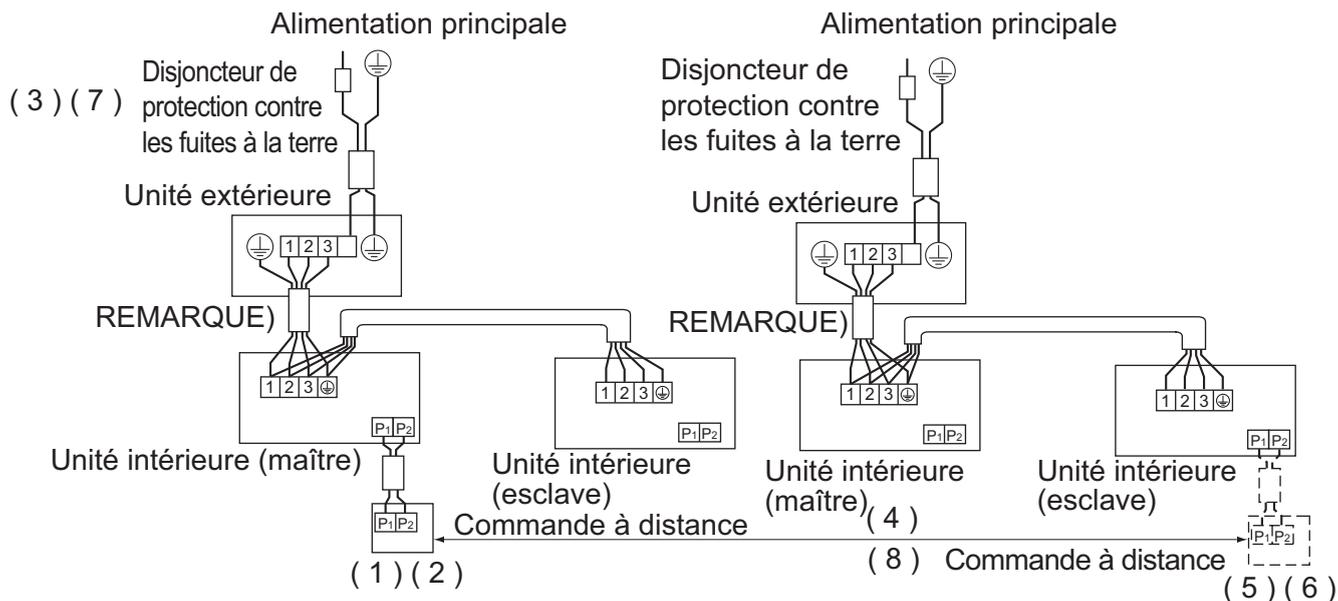

Fig. 29
**(Reportez-vous à la Fig. 29)**